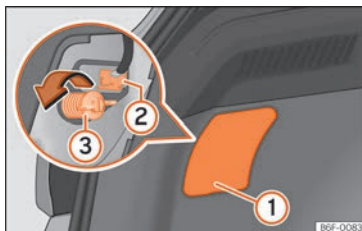
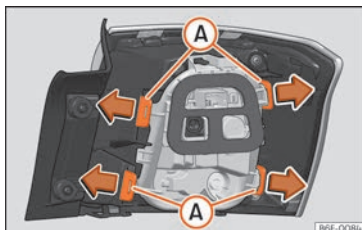

Fig. 51 Maletero: acceso al tornillo de fijación de la unidad de luz trasera.
Fig. 52 Lengüetas de fijación en la parte posterior de la unidad de luz trasera.
- Retire la tapa haciendo palanca con el lado plano de un destornillador en el rebaje »» fig. 51 (1).
- Extraiga el conector de la lámpara (2).
- Desenrosque con la mano o con ayuda de un destornillador el tornillo de fijación del piloto (3).
- Desmonte el portalámparas desbloqueando las lengüetas de fijación »» fig. 52 (A).